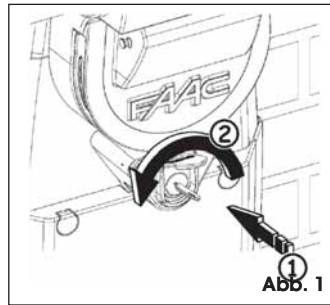

Abb. 1
1. Den ID-Schlüssel einsetzen und gegen den Uhrzeigersinn bis zum Anschlag auf „STOPP“ drehen, Abb. 1.